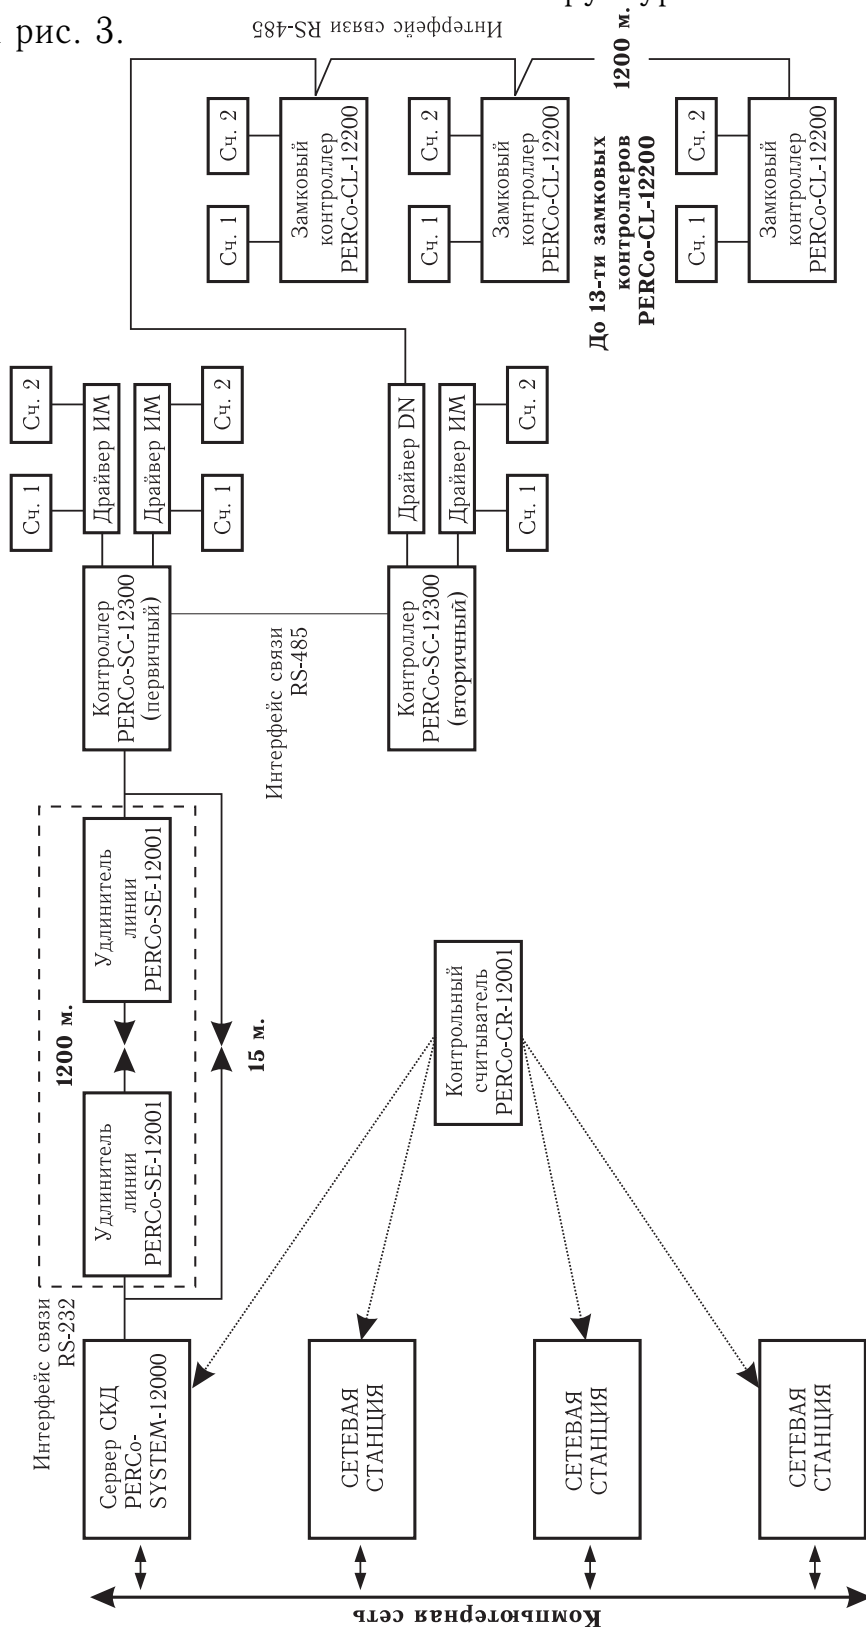

Рис. 3 Структурная схема СКД PERCo-SYSTEM-12000
2. Замкового контроллера PERCo-CL-12200 и необходимой периферии, которая может включать в себя следующие элементы: — до двух считывателей; — до двух исполнительных механизмов. Структурная схема системы представлена на рис. 3.